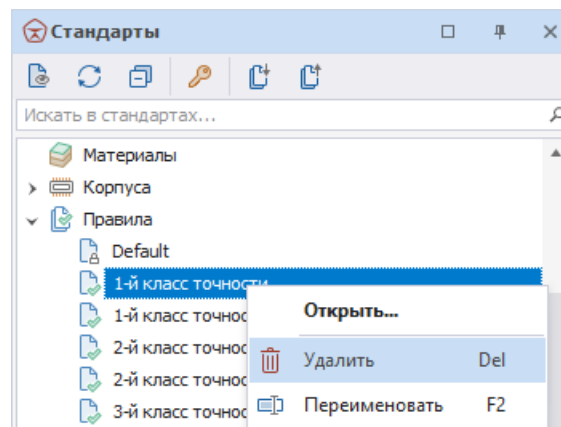

Рис. 99 Удаление шаблона правил
2. Вызовите контекстное меню и выберите пункт «Удалить», Рис. 99. Для данного действия также задана горячая клавиша «Delete».